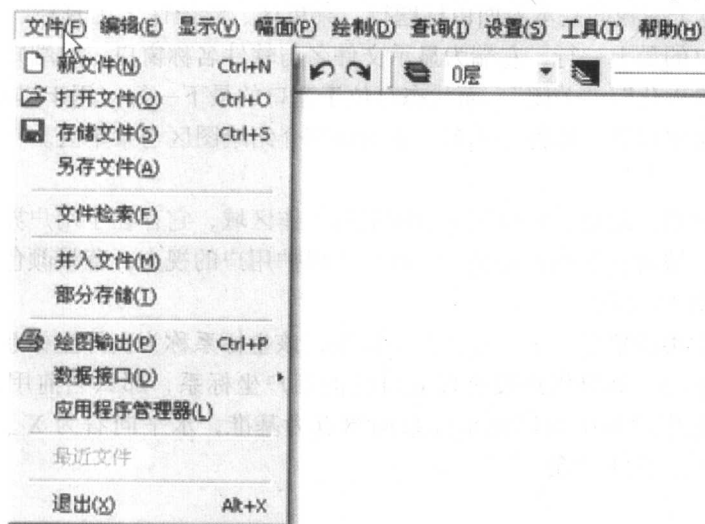

图 1-3 主菜单及下拉菜单
位于标题行下面一行，通常被称为主菜单。主菜单包括文件、编辑、显示、幅面、绘制、查询、设置、工具、帮助各菜单项。通过主菜单可实现大量的绘图、编辑、设置等操作。用鼠标左键单击主菜单中的某项，就会出现相应的下拉菜单。下拉菜单右侧有小三角符号的为下一级子菜单提示，当鼠标置于该命令上时，下一级子菜单打开，如图 1-3 所示。
(1) 文件 该菜单项主要用于新建、存储、打开、合并、输入输出文件。CAXA—XP 电子图板为用户提供了功能齐全的文件管理系统, 用户使用这些功能可以灵活、方便地对原有文件或屏幕上的绘图信息进行文件管理, 定制自己的模板文件以方便用户配制系统参数。文件菜单包括新文件、打开文件、存储文件、另存文件、并入文件、部分存储、绘图输出、数据接口、退出等命令, 如图 1-3 所示。